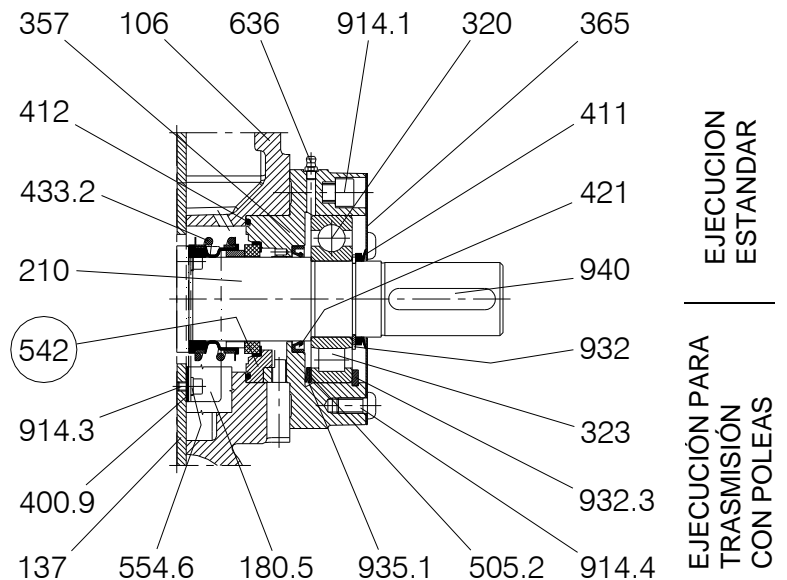

Fig. 8 – Lado accionamiento
4.1 – MONTAJE DEL COJINETE LADO ACCIONAMIENTO (ver la fig. 8)